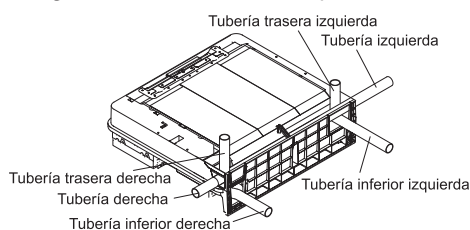

Fig. 4.1 Posiciones de conexión de la tubería
- (1) En la Fig. 4.1 se muestran las posiciones de conexión de la tubería.